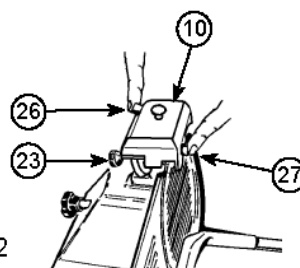

Fig. 2
- Senken Sie die Schärfer-Gruppe (10), bis sie eingerastet ist. Sichern Sie die Gruppe, indem Sie den Verriegelungsknopf (23) drehen. Siehe Abbildung 2.
- Drücken Sie auf den Knopf (26), und lassen Sie die Klinge 1 Minute lang drehen. Wenn die Klinge still steht, überprüfen Sie, ob sich ein Grat am Rand geformt hat.
- Nachdem sich die Präsenz des Grats bestätigt hat, machen Sie den Schalter (5) an und drücken Sie sanft auf die Taste (27) für ungefähr 3 Sekunden, um den während